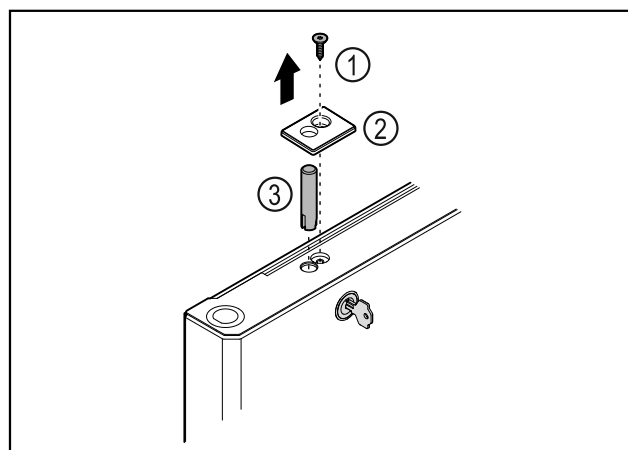

Fig. 42
- ▶ Vegye ki a csavart Fig. 42 (1).
- ▶ Pattintsa ki a burkolatot Fig. 42 (2) egy csavarhúzó segítségével, és vegye le.
- ▶ Húzza ki a zár csapot Fig. 42 (3).